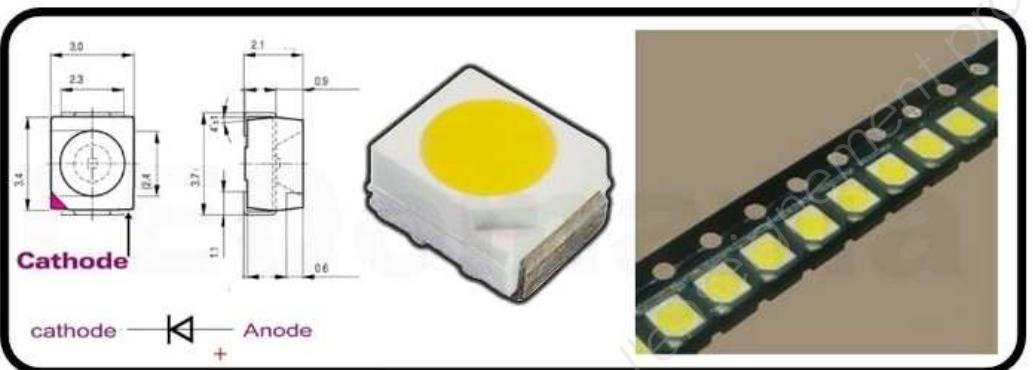

Figure 6 : diode électroluminescente cms
**Q14.** Justifier le choix des diodes électroluminescentes cms pour le Flood light en analysant les documents ci-dessus (figures 6 et 7).